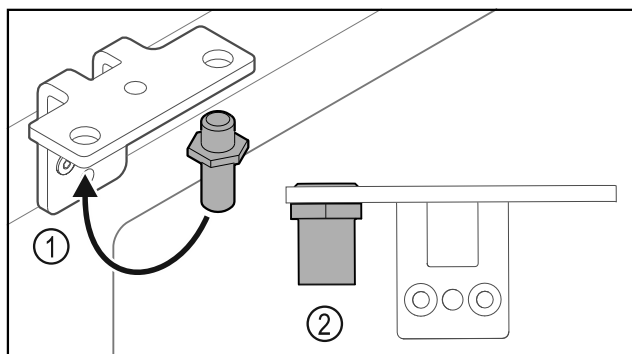

Fig. 37
- Flyt bolten Fig. 37 (1) i hængselvinklen.
- Spænd bolten Fig. 37 (2) med et **drejemoment på 12 Nm**.